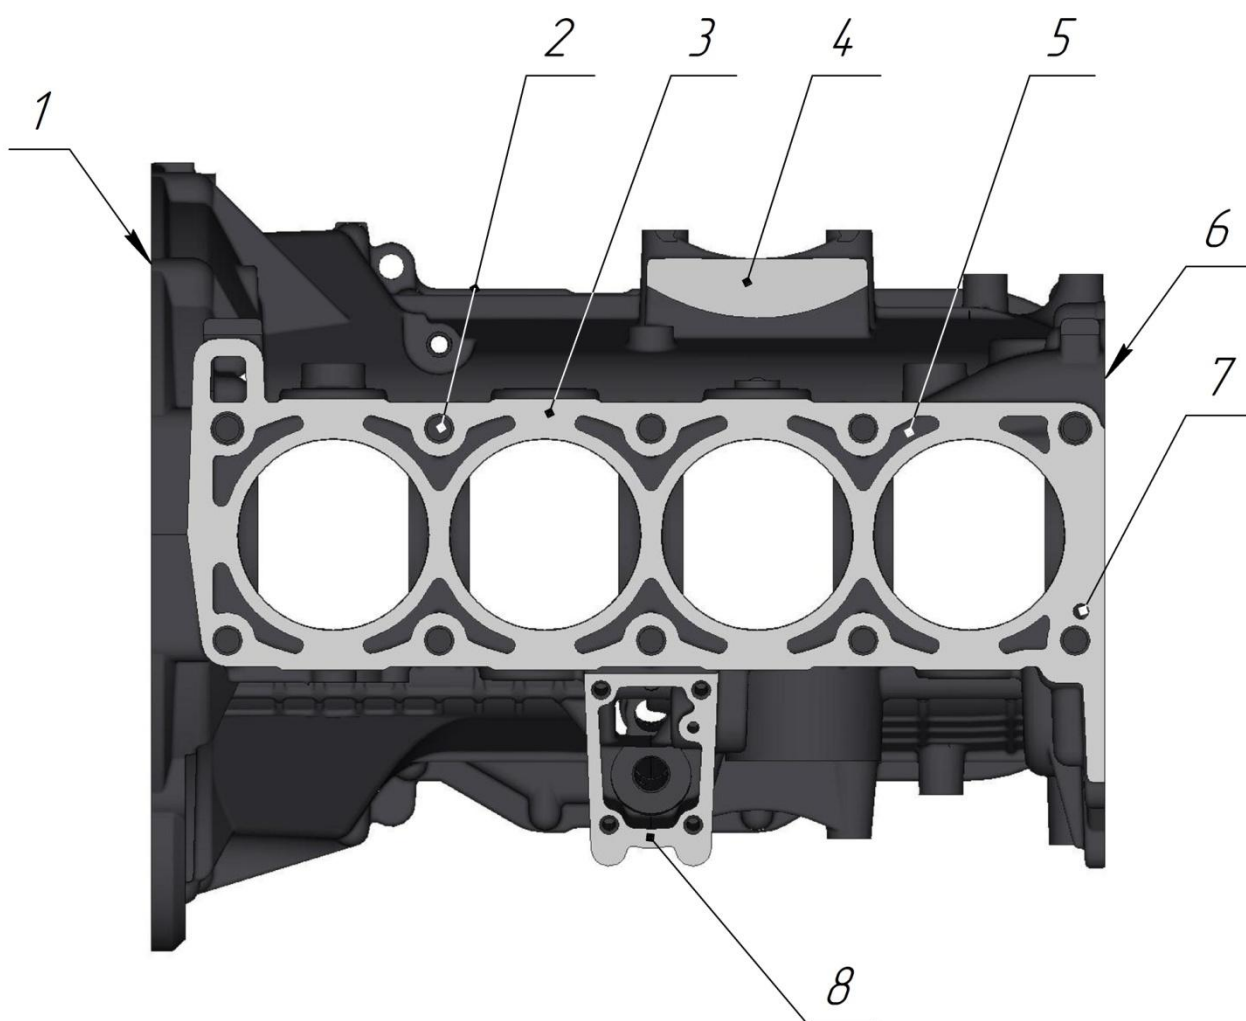
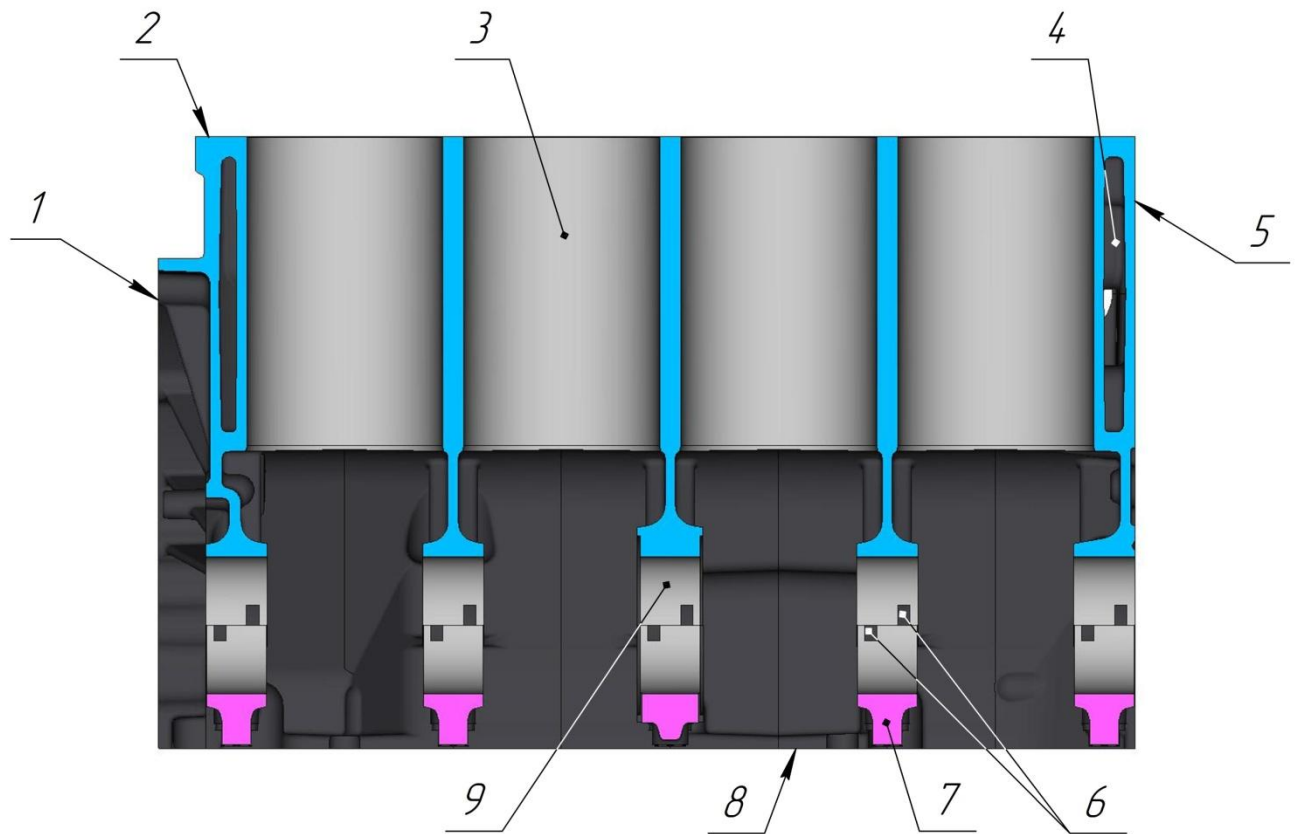

Рис.10. Блок цилиндров. Вид сверху:
Рис.12. Блок цилиндров. Продольный разрез по оси цилиндров:
**Блок цилиндров** (рис. 10, 11, 12). Блок цилиндров из серого чугуна, выполнен в виде моноблока с картерной частью опущенной ниже оси коленчатого вала. В нижней части блока расположены пять гнезд коренных подшипников 9 (рис.12). Крышки коренных подшипников 7, изготавливаемые из высокопрочного чугуна, обрабатываются в сборе с блоком цилиндров и поэтому они не взаимозаменяемы. На нижней плоскости 1, 2 и 4 - ой крышек выбиты их порядковые номера для правильной установки. При установке крышек замочные пазы 6 под вкладыши в блоке цилиндров и в крышках следует располагать с одной стороны.